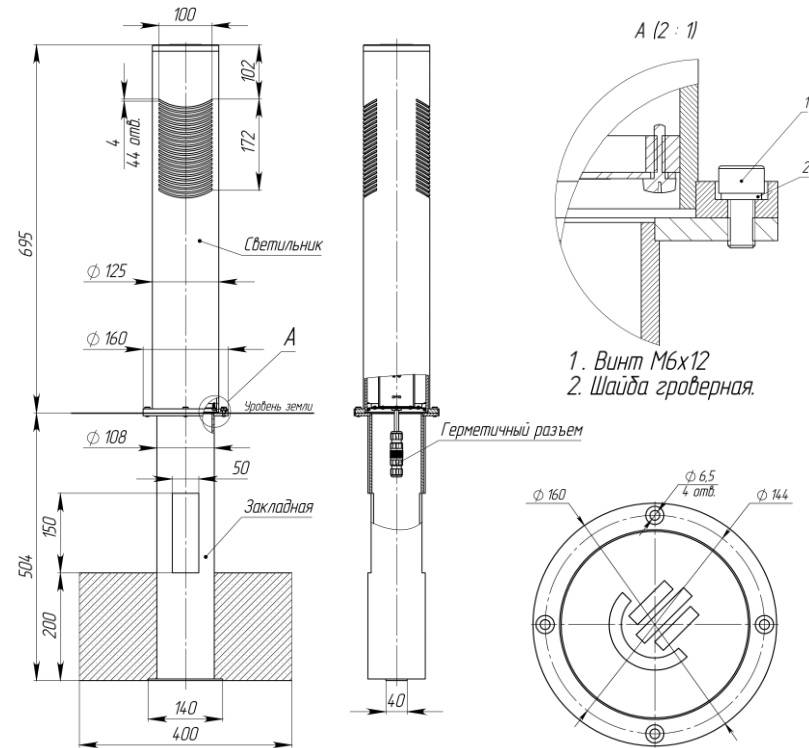

Рисунок 1
2.1 Светильник серии GALAD Столбик LED-9-700 (рисунок 1) садово-парковый, предназначен для функционально-декоративного освещения клумб, газонов, цветочных композиций, кустарников и деревьев, пешеходных дорожек, бульваров, зон отдыха, автозаправочных станций.
5.2 Закладная устанавливается в грунт на глубину 0,5 м и бетонируется (рисунок 1).